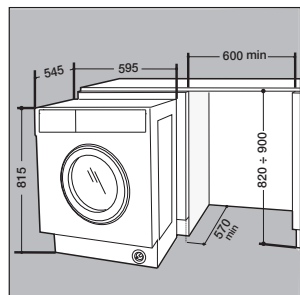

Fig. 6
- Вставьте машину в нишу, выравнивая ее с мебелью (*рис. 6*).